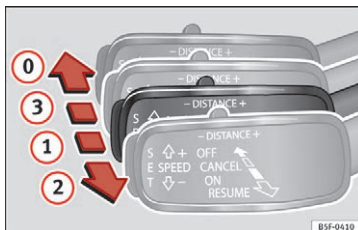

Fig. 200 På venstre side af ratstammen: tredje betjeningsarm til betjening af automatisk afstandsregulering
- Træk armen til position **1** » **Fig. 200.** Der vises **ACC Standby** på instrumentpanelets skærm.